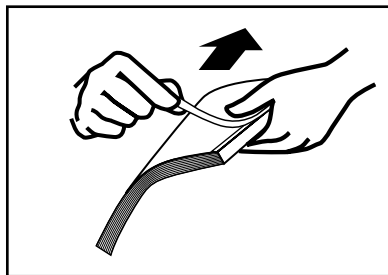

ABBILDUNG 19
7. Nehmen Sie Ihr gebundenes Dokument aus dem Kühlständer und ziehen Sie den schmalen Streifen von der Vorderseite des Binderücken ab (siehe Abbildung 19). Wenn die Folie sich noch nicht leicht ablösen lässt, könnte das Buch noch zu warm sein. In diesem Falle stellen Sie es zurück in den Kühlständer und versuchen Sie es nach ein paar Minuten erneut.